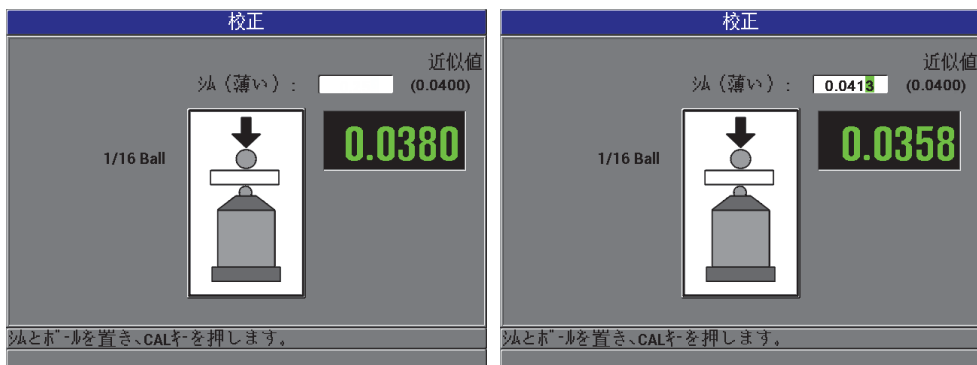

図 4-8 シム（薄い）校正ポイント
5. シム（薄い）ポイント：厚さ計は、特定の校正用シム（薄い）をプローブの先端に置くように指示します。この校正用シム（薄い）のポイントの厚さは、選択したターゲットボール、ディスク、ターゲットワイヤーによって変化します。このシムのおおよその厚さは、下方の測定ボックスに表示されます。[校正]を押して、テキストボックスに測定値を転送し、矢印キーで校正用シムのすでに判っている厚さを入力してから、[校正]を押します（87 ページ図 4-8 参照）。